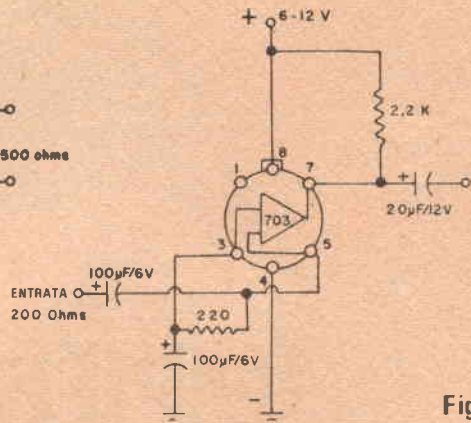

Fig. 2
**2) Amplificatore BF con accoppiamenti RC** - Come si vede nella *fig. 2*, con due soli resistori e tre condensatori, il 703 diventa un